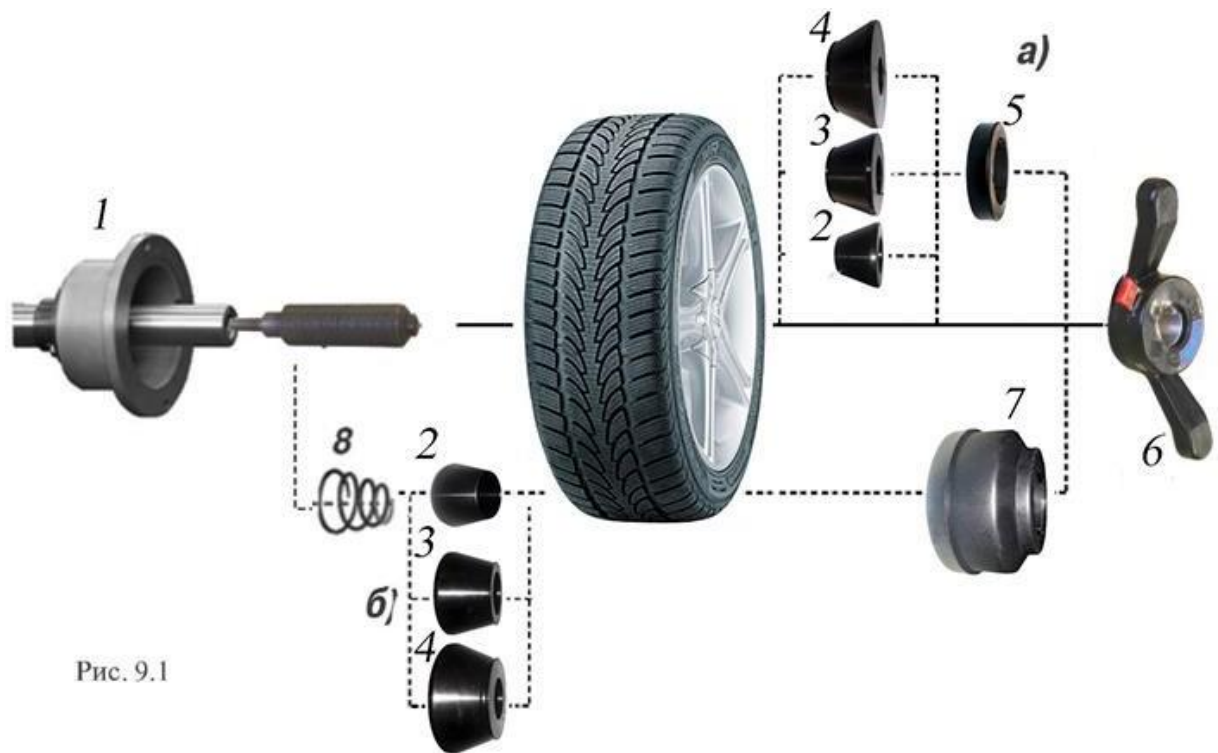

Рис. 9.1
9.2. Балансируемое колесо закрепляется на валу СБ за центральное отверстие диска с помощью конусов и быстросъемной гайки с раздвижными резьбовыми сухарями. В зависимости от конфигурации диска конус может быть установлен как с внешней стороны диска (вариант «а»), так и с внутренней (вариант «б») (см. рис. 9.1).